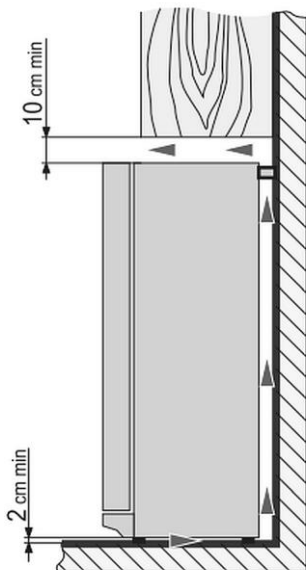

Рис. 6
- Сохранять расстояние не менее 10 см между верхней стороной прибора и находящимися над ним предметами (например, шкафом) (рис. 6).